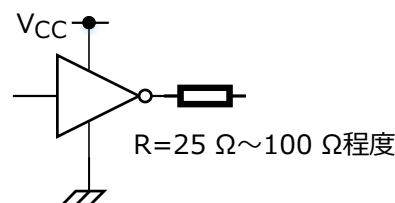
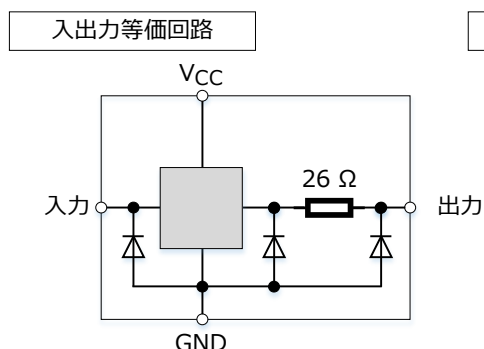

図 4.3 ダンピング抵抗
図 4.4 抵抗内蔵製品について
- ・ 使用しているゲートの出力にダンピング抵抗を入れる(図 4.3)。ダンピング抵抗値は動作波形を確認して調整が必要。(\*抵抗内蔵製品をラインアップしています(図 4.4)。ノイズ低減に加えて、部品点数を削減できます。)